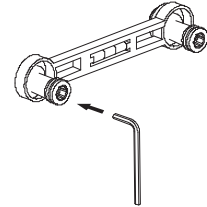

Abbildung 3
c) Vergewissern Sie sich, dass die 2 gebogenen Anschlüsse genau gerade in die Wand eingebaut sind. Der Achsabstand zwischen 2 gebogenen Anschlüssen beträgt 150±8mm. Verwenden Sie die Wasserwaage (12), um sicherzustellen, dass die Mittellinie horizontal bleibt (Abbildung 3).